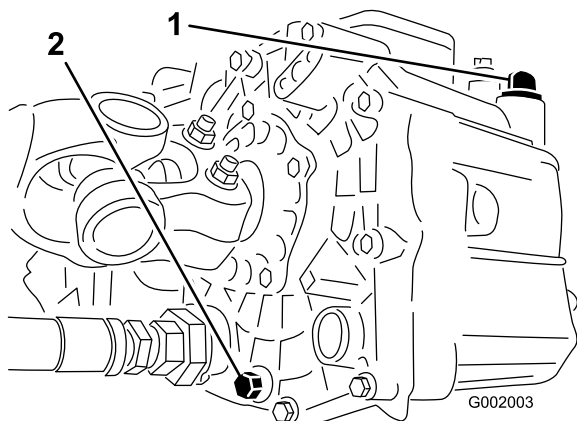

Figure 55
3. Retirez le bouchon de vidange sur le côté du réservoir et laissez l'huile s'écouler dans le bac de vidange (Figure 55).